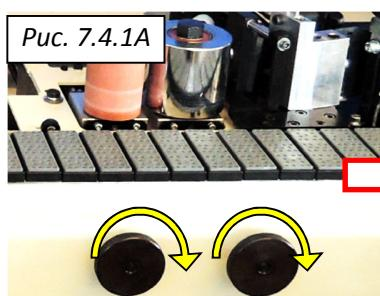

Рис. 7.4.1A
1. Поверните ручки прижимного ролика по часовой стрелке, чтобы ослабить ленту с задней стороны (давление сместится назад). См. рис. 7.4.1A.